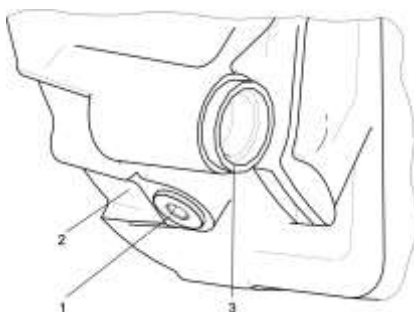

Рисунок 46 – Пробки на картере маховика:
5. Вынуть пробку 3, расположенную на торце картера маховика 2 (рисунок 46) внизу с правой стороны двигателя.